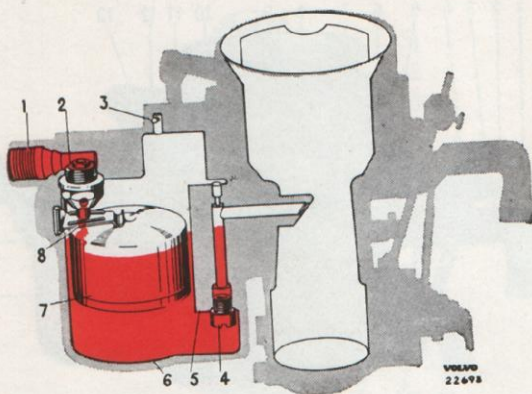

Bild 10. Flöttör.
Med flottörens hjälp avpassas bränslenivån till avsedd höjd. Då bränslet stiger till denna nivå lyftes flottören (7, bild 10) uppåt och trycker nålen i ventilen (2) mot sätet via flottörhävarmen varvid bränsletillförseln stänges av. Vid sjunkande nivå upprepas händelseförloppet men i motsatt riktning.